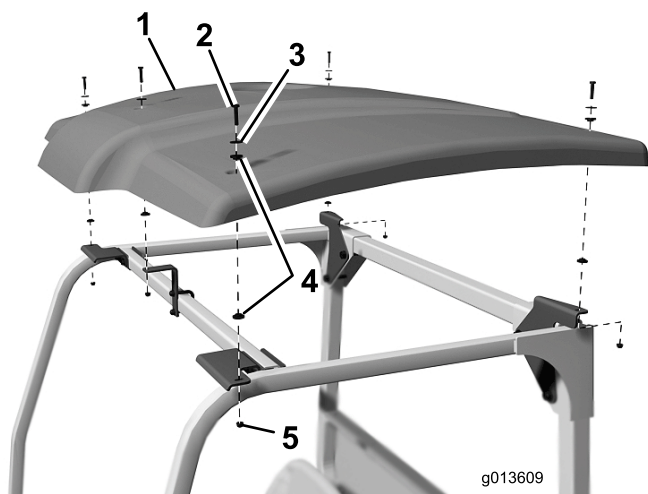

Figura 4
9. Posizionate il tettuccio sul ROPS, allineando i suoi fori di fissaggio ai fori presenti sulle staffe (Figura 4).
10. Montate, senza fissarlo, il tettuccio sulle staffe con (5) bulloni da 1/4 x 1-1/4 pollici, rondelle da 7/8 pollici e dadi da 1/4. Accertatevi inoltre che, quando montate ogni bullone, sul lato superiore e inferiore del tettuccio siano state posizionate delle boccole elastiche (Figura 4).